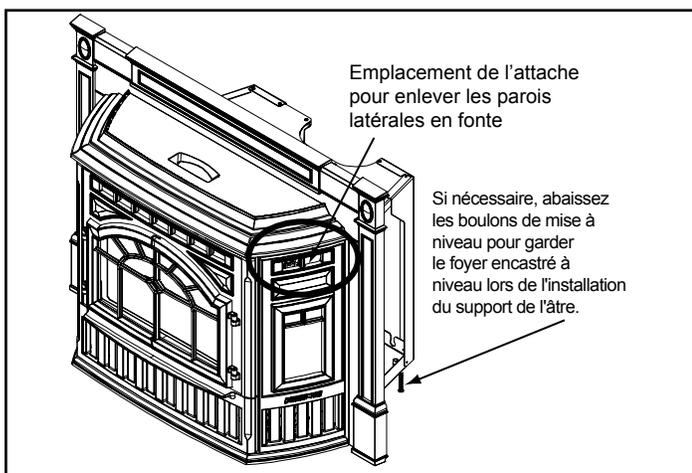

Figure 19.3 – Illustré avec le panneau en fonte installé
8. Enlevez les parois en fonte gauche et droite du foyer encastré. **Voir la figure 19.3.**
3. Enlevez les 2 parois en fonte et glissez la garniture assemblée sur l'encadrement assemblé. **Figure 19.3 à la page 19**